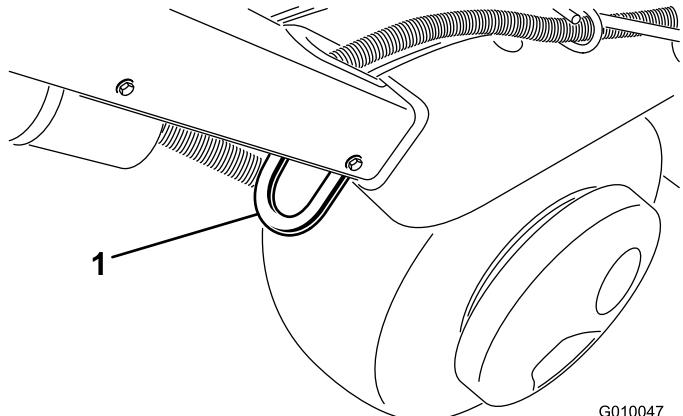

Figura 32
3. Sujete el aireador firmemente por los puntos de amarre (Figura 32 - Figura 34) al remolque o al camión con correas, cadenas, cables o cuerdas.